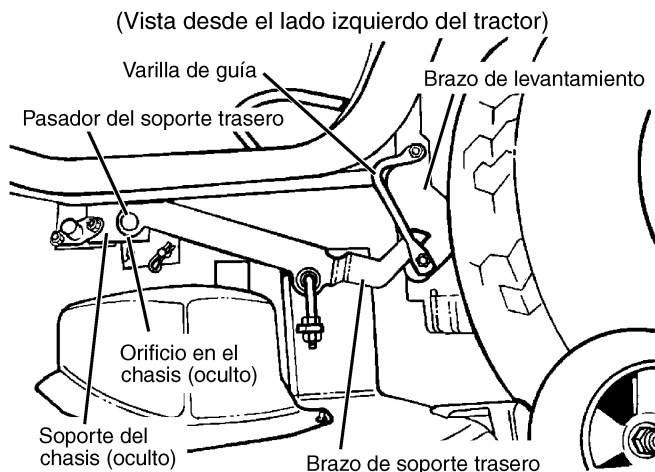

FIGURA 6
- Coloque la plataforma de modo que los brazos de soporte traseros queden entre las varillas de guía doradas y los brazos de levantamiento en el lado exterior (Vea la FIGURA 6).
- Levante la plataforma del cortacésped. Coloque bloques de 50 mm (2 pulgadas) debajo de las orillas traseras derecha e izquierda de la plataforma, lo que permite alinear los orificios en la parte delantera de las ménsulas de soporte traseras con los orificios en el soporte del chasis (Vea la FIGURA 6).